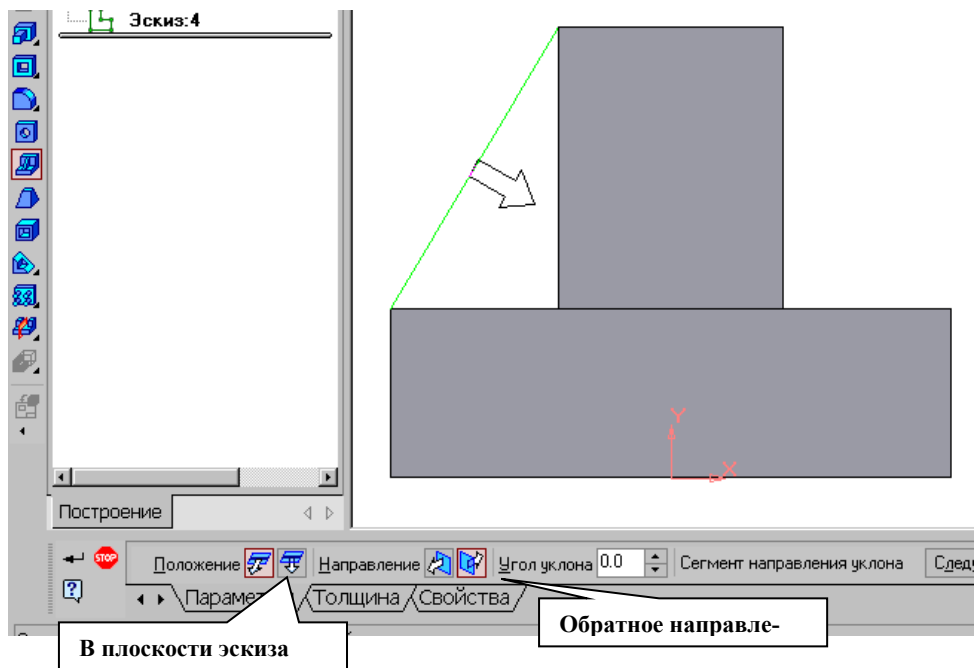

Рис.10 Построение ребра жесткости
- Положение ребра жесткости относительно плоскости эскиза (рис.10);